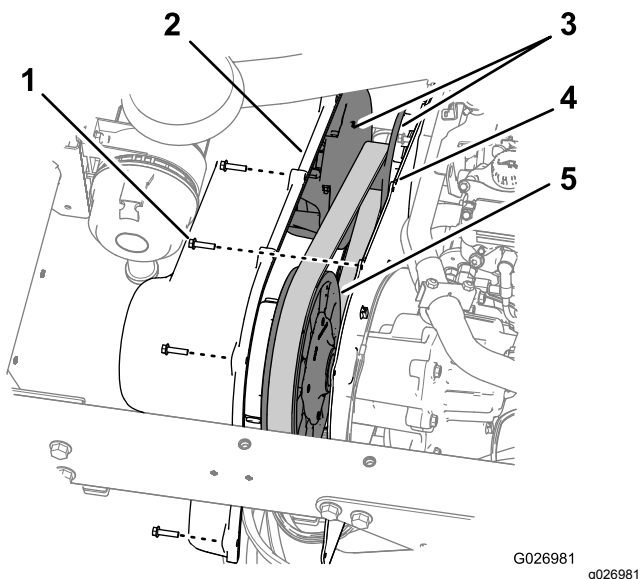

Figura 64
1. Retire los 9 pernos de cabeza hexagonal con arandela prensada ($\frac{1}{4}$ " x 1") que sujetan la cubierta de la transmisión a la placa de montaje de la transmisión (Figura 64).
5. Alinee los taladros de la cubierta de la transmisión con los taladros de la placa de montaje (Figura 64).
6. Sujete la cubierta a la placa de montaje (Figura 64) con los 9 pernos de cabeza hexagonal ($\frac{1}{4}$ " x